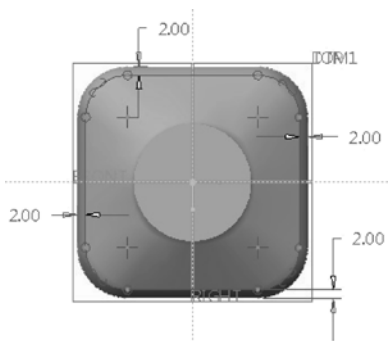

图 13-57 绘制剖面
- 6 绘制如图 13-57 所示的剖面，单击“确定”按钮.